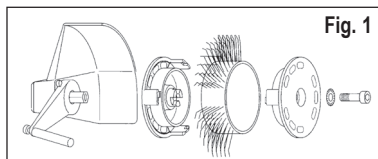
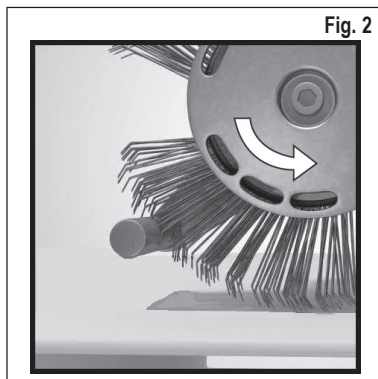

Fig. 1
Fig. 2
1. Couper l'alimentation en courant, puis fixer la bande **MBX®** Bristle Blaster® de 23 mm de manière appropriée sur l'outil avec le système adaptateur correspondant (attention au sens de rotation) et la rondelle et la vis prévues à cet effet. Cf. fig. 1 et fig. 2
Utilisez-vous une bande **MBX**® tournant dans le mauvais sens ? – Alignez la bande à brosse de manière à ce qu'elle tourne dans le sens prescrit (cf. chapitre 5, Mise en service, fig. 2).